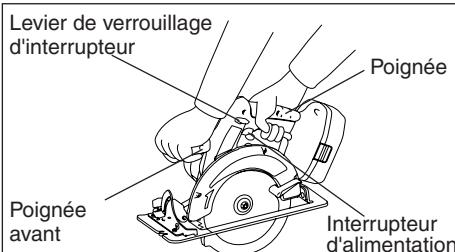

Fig. 4
Saisir la scie circulaire à bois à deux mains (Voir la fig. 4).
- Tenez toujours la poignée dans une main et le bouton avant dans l'autre. (Voir figure 4).